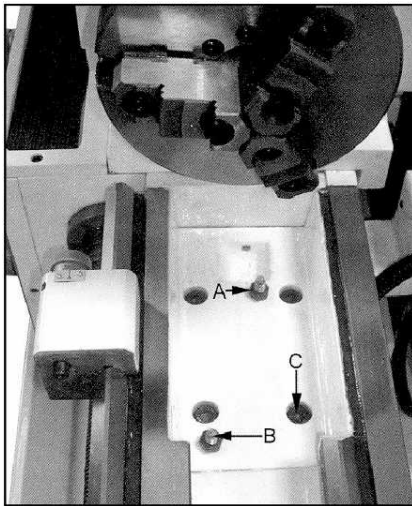

Fig 21
Ziehen Sie den Kegelstift (B, Fig 21) durch anziehen der Muttern (A).